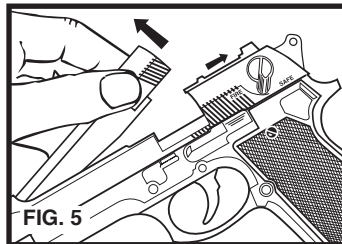
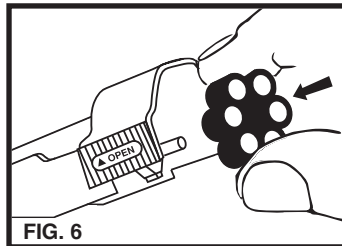

FIG. 5
FIG. 6
1. Ouvrez la culasse du pistolet en tirant le verrou du bâti du canon vers l'arrière. Tout en maintenant la bouche du pistolet vers le bas, tirez vers le haut le bâti du canon pour ouvrir la culasse (Figure 5).
Tirez le verrou du bâti du canon vers l'arrière tout en tenant la bouche du pistolet vers le bas ; tirez le bâti du canon vers le haut pour ouvrir la culasse (Figure 5). Introduisez un chargeur complet à l'intérieur de la culasse du canon (Figure 6). Refermez le bâti du canon.